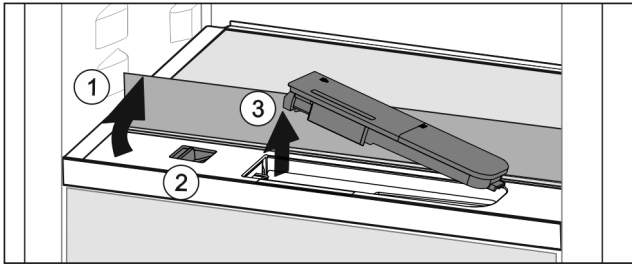

Fig. 51
- ▶ Поднять стеклянную панель и откинуть до упора назад Fig. 51 (1).
- ▶ Сдвиньте ползунок Fig. 51 (2) влево.
- ▶ Вынуть бак для воды Fig. 51 (3).